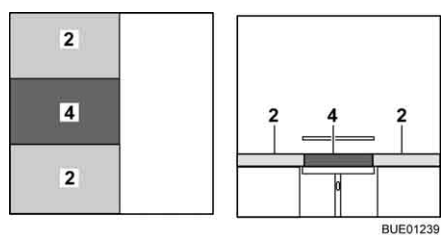

Fig. 124 Après la transformation
- Placer le coussin supplémentaire (Fig. 124,4) entre les coussins d'assise (Fig. 124,2).